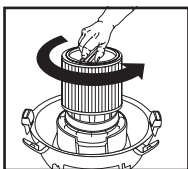

FIGURE 15
21. Pour enlever le filtre afin de le nettoyer, maintenez à nouveau le couvercle du réservoir et tournez le porte-filtre dans le sens antihoraire pour le desserrer et l'enlever. **FIGURE 15.**